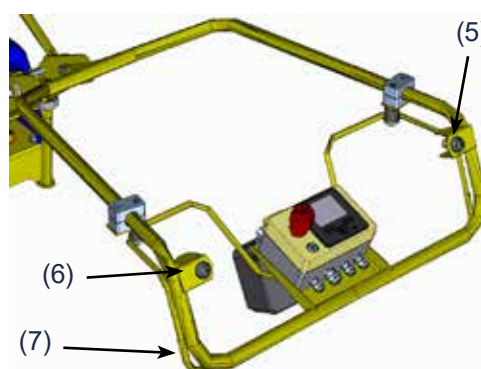
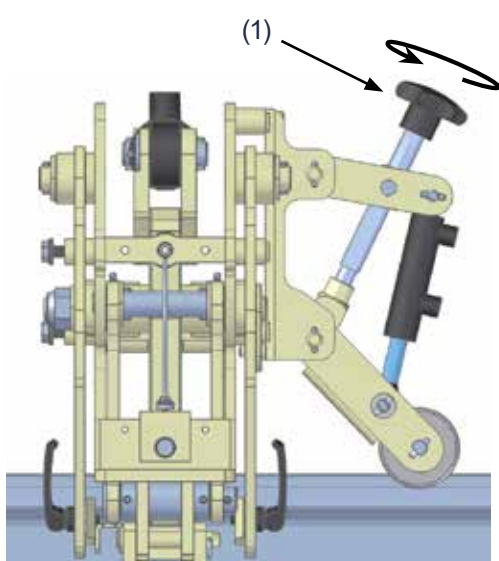
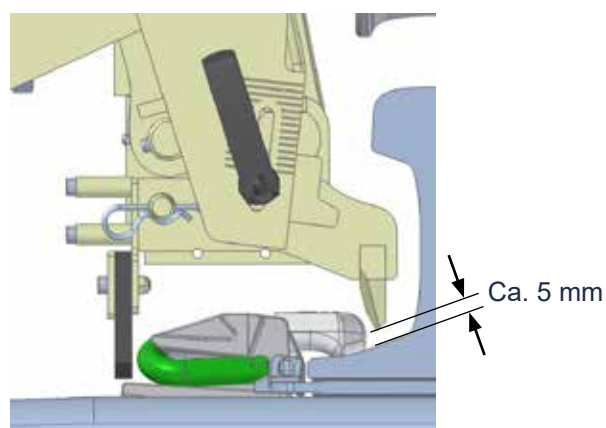

Fig 85.
Fig 86.
Fig 87.
5. Aktivera dödmansgreppet (7), Fig 85. Kontrollera att avbefästningsstålen är i rätt höjd i förhållande till clipset. Detta beror på typ och storlek på aktuell räls. Om nödvändigt, justera höjden på arbetshuvudet genom att vrida på justerskruven (1) Fig 86. Det bör finnas ett spel på ca 5 mm mellan spetsen på avbefästningsstålet och rälsfoten Fig 87.
7. Starta avbefästningen i manuellt läge genom att trycka på den vänstra knappen (6) Fig 85.
1. Öppna armarna genom att trycka på den högra knappen (5), Fig 85.